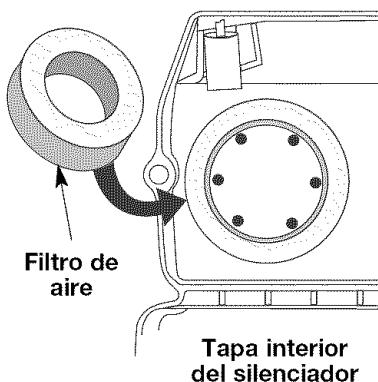

Fig. 15
2. Gire la tapa y ubique el filtro de aire adentro. Saque el filtro de aire de adentro de la tapa del filtro de aire / silenciador (Fig. 15).
- Cambie el filtro de aire dentro de la tapa del filtro de aire / silenciador (Fig. 15).